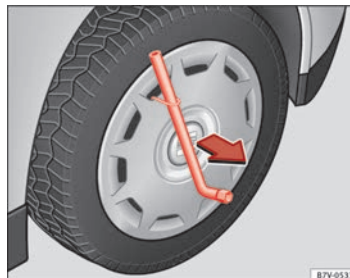

Abb. 181 Radvollblende abziehen. ▶
- Radschlüssel durch den Drahtbügel schieben ⇒ Abb. 181 und die Radvollblende in Pfeilrichtung abziehen.